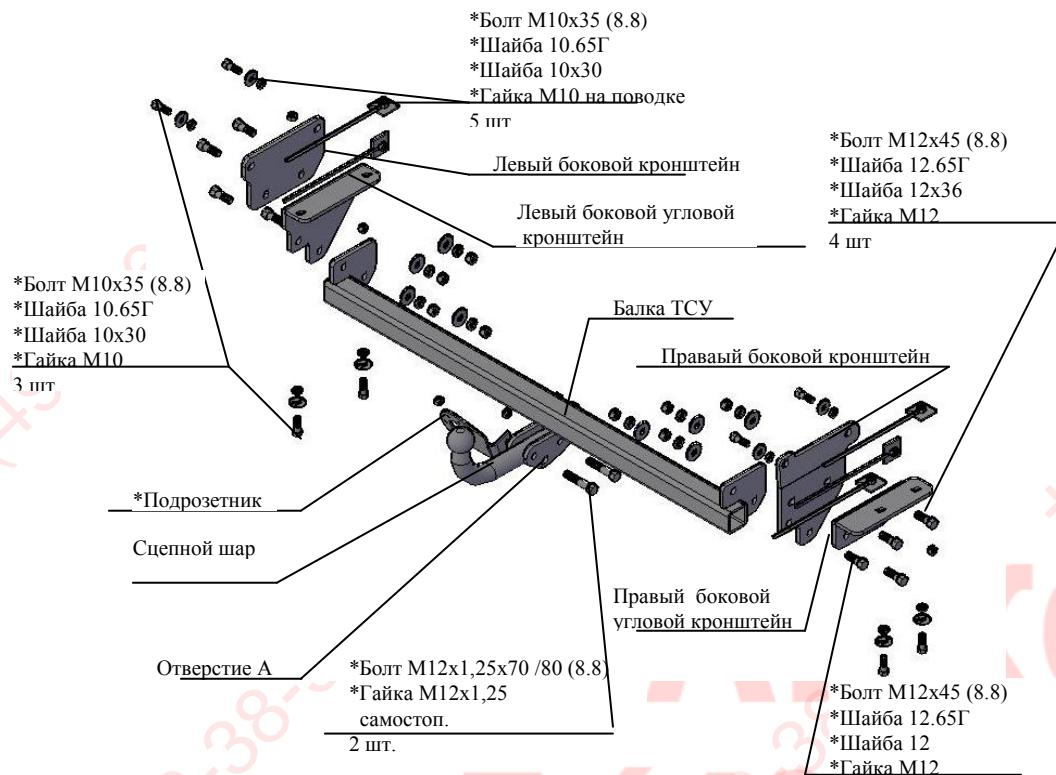

Рис.1 Тягово-сцепное устройство 7720.
2.1 ТСУ 7720 в сборе (рис.1)
2.2 Пакет с комплектующими (см. рис.1)